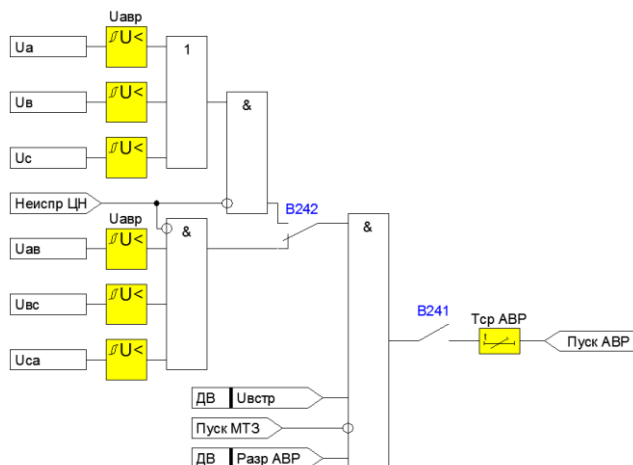

Рисунок 4.2.2 – Функциональная схема формирования сигнала пуска АВР
- «Пуск АВР» – является выходным сигналом пускового органа напряжения АВР, который формируется при снижении линейных (фазных) напряжений ниже заданной уставки и блокируется при неисправностях в цепях напряжения, срабатывании пусковых органов МТЗ и отсутствии напряжения на соседней секции шин (Рисунок 4.2.2);